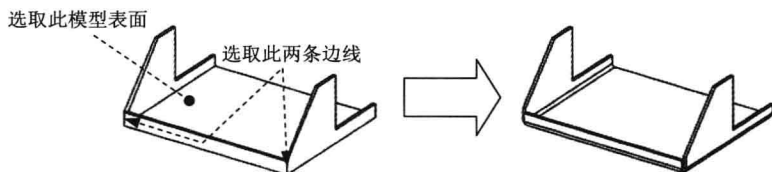
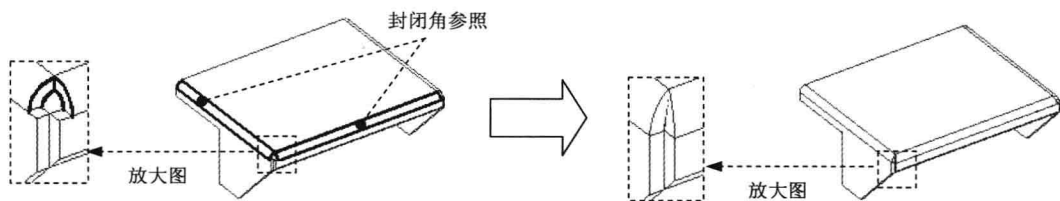
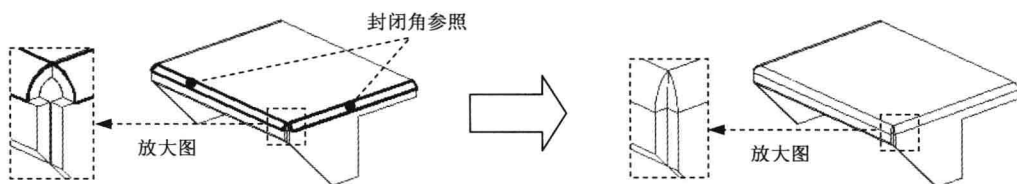
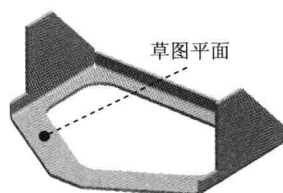

图 1.8 变换特征
图 1.9 封闭角特征 1
图 1.10 封闭角特征 2
图 1.11 除料特征 2
(1) 选择命令。选择下拉菜单  **变换为钣金** 命令。
(2) 定义基本面。选取图 1.8 所示的模型表面为基本面。
(3) 定义撕裂边。单击“撕裂边”按钮 ，选取图 1.8 所示的两条边线为撕裂边，单击鼠标左键。
(4) 单击 **完成** 按钮, 完成将实体转换为钣金的操作。
Step9. 创建图 1.9 所示的封闭角特征 1。
(1) 选择命令。单击 **主页** 功能选项卡 **钣金** 工具栏中的“封闭二折弯角”按钮 。
(2) 定义折弯至闭合。选取图 1.9 所示的相邻折弯特征为封闭角参照。
(3) 定义封闭角属性。在“封闭二折弯角”命令条中单击“封闭”按钮 ；在 **处理** 下拉列表中选择 **斜接** 选项，在 **间隙** 文本框中输入 0，然后按 Enter 键。
(4) 单击 **完成** 按钮, 完成特征的创建。
Step10. 创建图 1.10 所示的封闭角特征 2。
(1) 选择命令。单击 **主页** 功能选项卡 **钣金** 工具栏中的“封闭二折弯角”按钮 .
(2) 定义折弯至闭合。选取图 1.10 所示的相邻折弯特征为封闭角参照。
(3) 定义封闭角属性。在“封闭二折弯角”命令条中单击“封闭”按钮 ; 在 **处理**: 下拉列表中选择 **斜接** 选项, 在 **间隙**: 文本框中输入 0, 然后按 Enter 键。
Step11. 创建图 1.11 所示的除料特征 2。
(1) 选择命令。在 **主页** 功能选项卡 **钣金** 工具栏中单击 **打孔** 按钮 , 选择 **除料** 命令。
(2) 定义特征的截面草图。
① 选取草图平面。在系统 **单击平的面或参考平面** 的提示下, 选取图 1.11 所示的模型表面为草图平面。